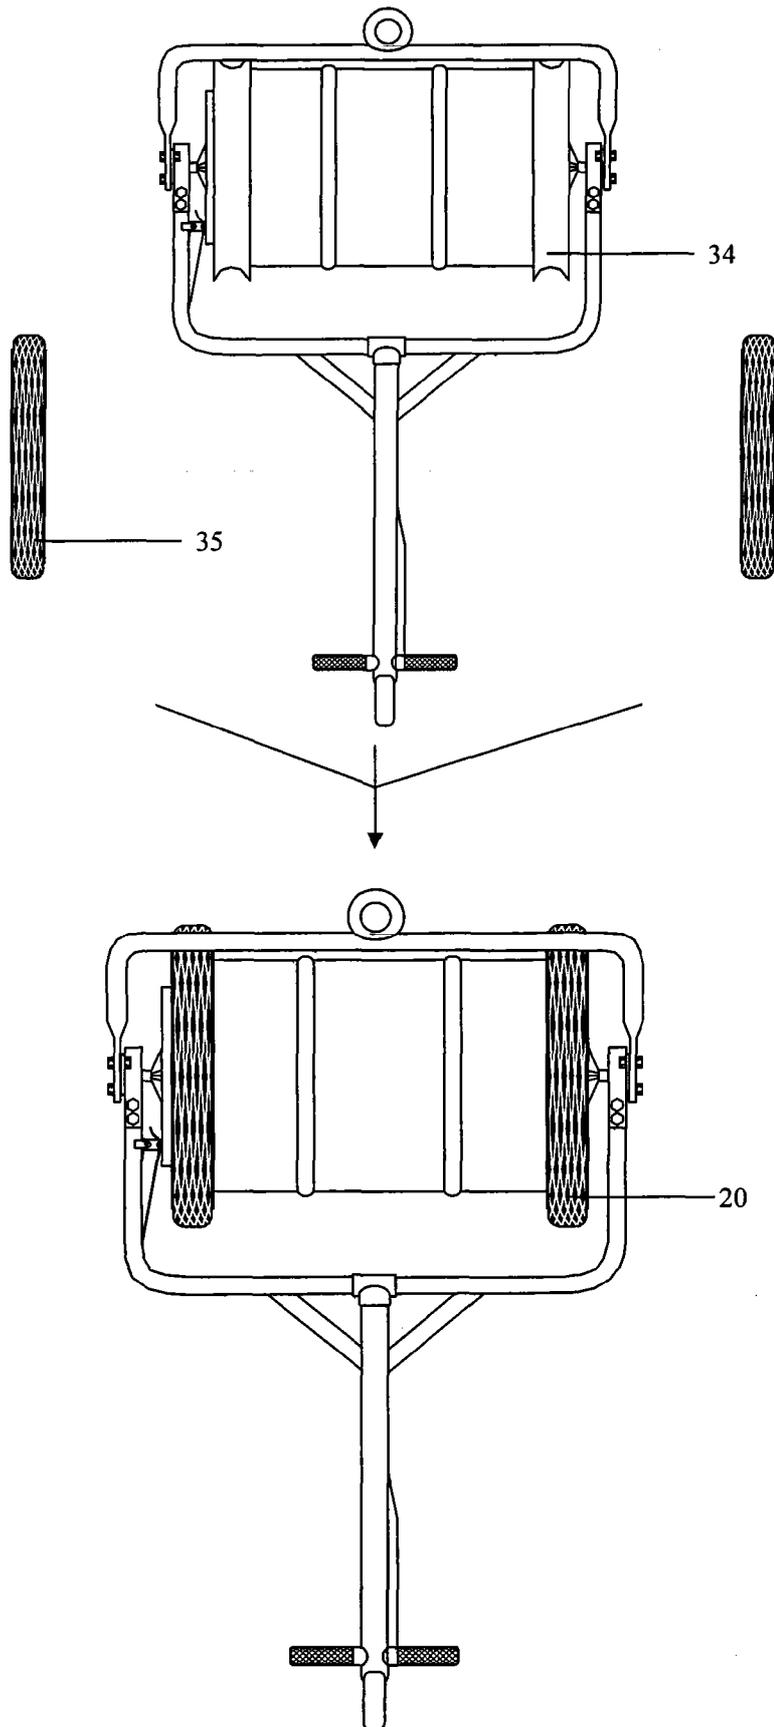
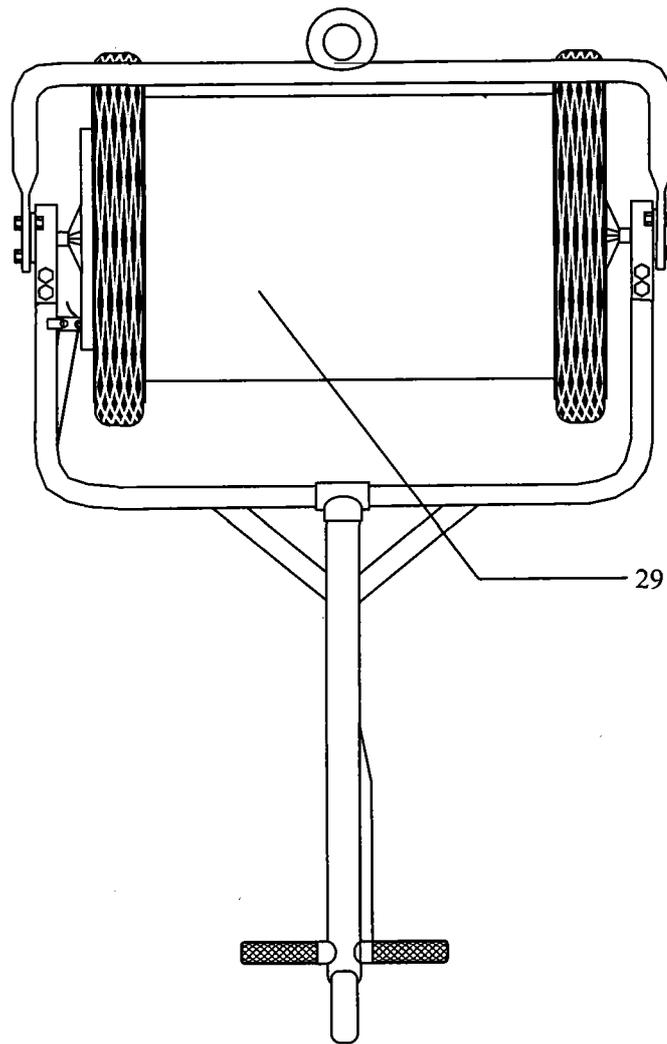

图 14
图 15
- [0021] 图 14 是本运水车换上钢圈和轮胎的组合示意图
- [0022] 图 15 是图 14 储水桶包裹橡胶后的效果图
[0050] 如图 14,此例与实施例 1 大同小异,只是在环绕储水桶 28 的外围两侧各焊了一个
[0052] 如图 15,此例与实施例 2 大同小异,只是在储水桶 28 两个钢圈 34 之间的金属面有橡胶 29 包裹,实施例 2 没有。